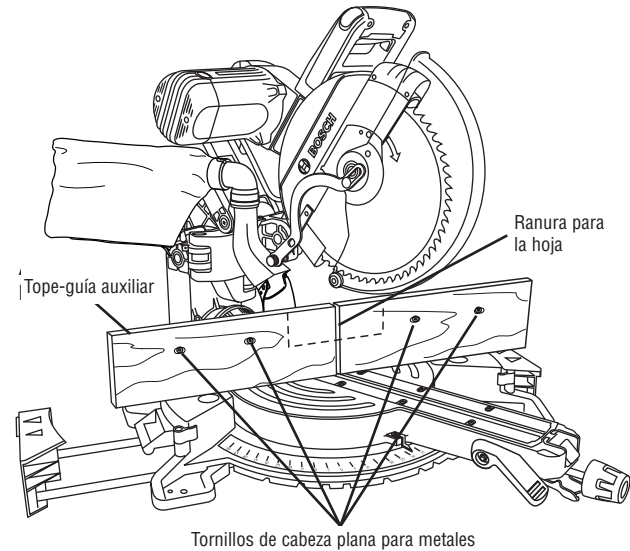
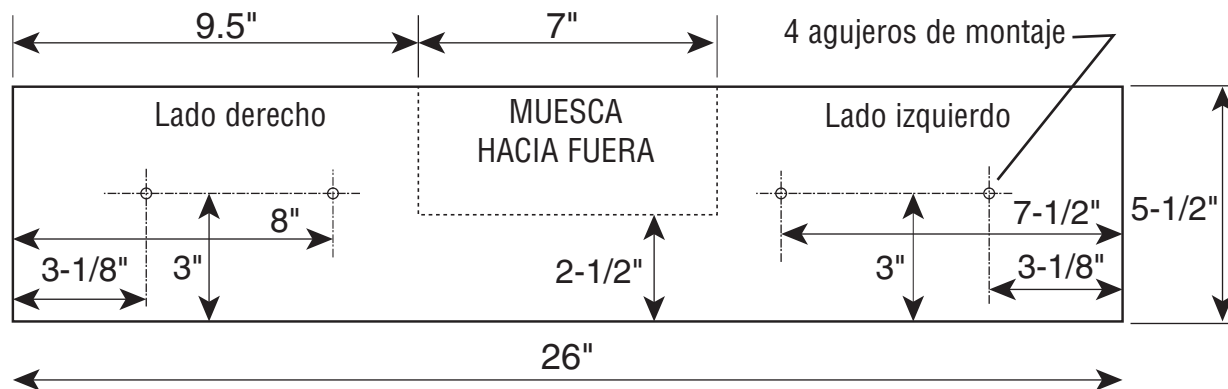

Figura 37. Tope-guía auxiliar
Figura 38. Tope-guía auxiliar alto de madera, 3/4 de pulgada de grosor
1. Coloque un pedazo de madera contra el tope-guía de la sierra para cortar ingletes (vea la figura 37). (La madera puede tener una altura máxima de 5-1/2". Compruebe que el ensamblaje del cabezal no interfiera con el tope-guía auxiliar.) Vea el dibujo con dimensiones, Figura 38.
4. Sujete con tornillos desde la parte delantera del tope-guía: Fije cada tope-guía auxiliar con dos (2) tornillos de máquina, de cabeza plana, de 3/16" de pulgada. Con tope-guía auxiliares de 3/4" de pulgada, use tornillos de 1-1/2" pulgada de longitud. Asegúrelos detrás del tope-guía metálico con arandelas y tuercas de máquina.
- Sujete con tornillos desde la parte trasera del tope-guía: Para el tope-guía auxiliar de 3/4" de pulgada, use tornillos de madera de cabeza redonda de 1/4" de pulgada por 3/4" de pulgada de longitud. Perfore cuatro (4) agujeros piloto menores de 1/4" de pulgada a través del tope-guía auxiliar, y pase los tornillos por la parte posterior del tope-guía metálico.
7. Cuando haga cortes deslizantes, el centro debe estar enmuscado hacia fuera de acuerdo con el patrón (vea la figura 38).